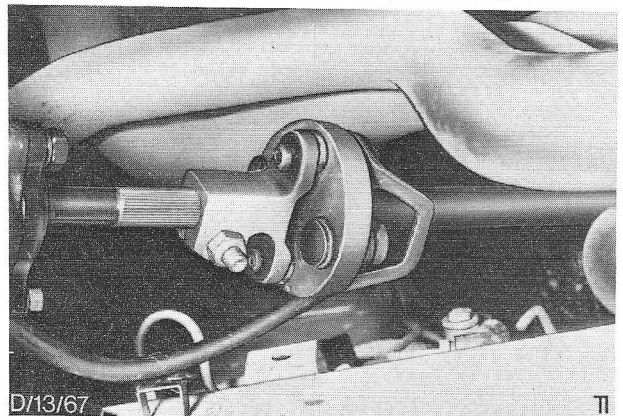

Fig. 9. Onderste klembout van stuurkolomkoppeling.
4. Verwijder de onderste klembout van de stuurkoppeling, zie fig. 9.